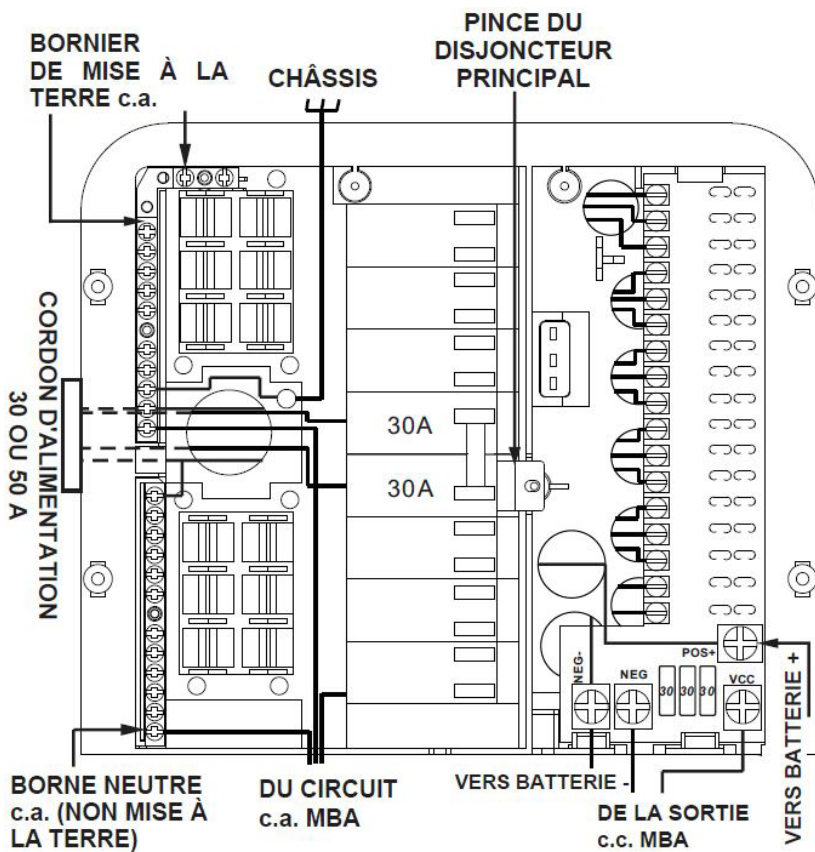

Figure 6
Déterminez la taille appropriée des disjoncteurs pour la charge que le WF-9500 sera appelé à alimenter. Vous pouvez utiliser des disjoncteurs simples ou doubles, ou encore une association des deux. Nous recommandons que tous les disjoncteurs utilisés soient de la même marque. Lors de l'utilisation de disjoncteurs doubles, quatorze (14) disjoncteurs au total peuvent être installés dans le centre d'alimentation WF-9500, deux (2) disjoncteurs principaux et douze (12) disjoncteurs pour circuits de dérivation. Consultez les tableaux des pages 5 et 6 pour le choix de disjoncteurs approuvés. Le disjoncteur principal doit être de type bipolaire, 50 A, et doit être installé au centre (consultez la Figure 6 à la page 13). Une pince est fournie pour bien tenir le disjoncteur en place.
Le cordon d'alimentation de 50 A est acheminé par le grand orifice du compartiment de branchement et fixé au moyen d'un réducteur de tension homologué. Un cordon de 50 A comporte 4 fils : noir (TS1), rouge (TS2), blanc (neutre) et vert (mise à la terre). Le fil noir (TS1) est branché d'un côté du disjoncteur bipolaire principal de 30 A, comme illustré dans la Figure 6 de la page 13. Le fil rouge (TS2) est branché de l'autre côté. Le fil blanc (neutre) est branché à la borne neutre du côté inférieur gauche du compartiment de branchement. Le fil vert (mise à la terre) est branché à la borne de mise à la masse située du côté supérieur gauche du compartiment de branchement.